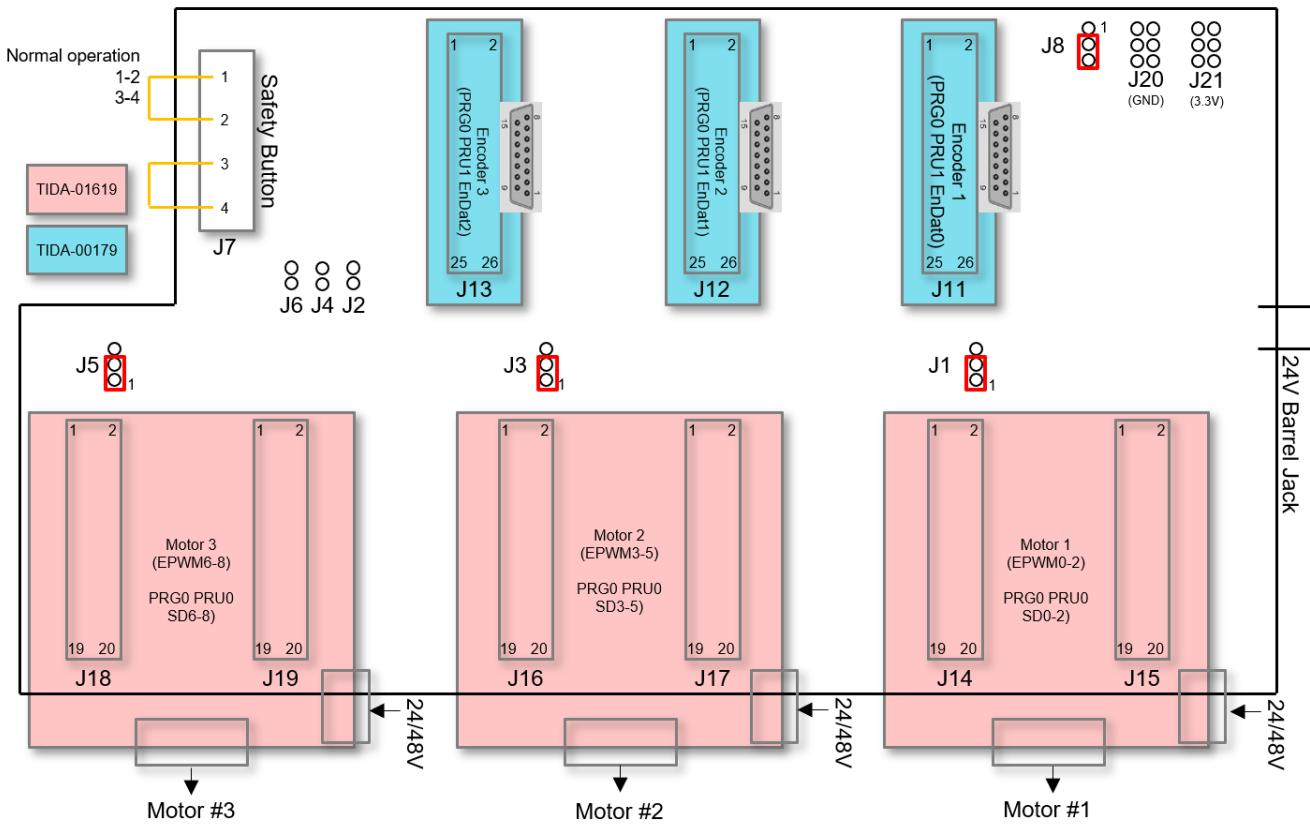

图 11-2. TIDEP-01015 跳线设置
- 根据下面的红色矩形中所示及表格中所述，配置 TIDEPA-01015 板上的跳线。另请注意，J7 中的螺丝接线端连接器需要短路，如 图 11-2 中所示及表格中所述（此连接器启用 STO 类型功能，但当前被旁路）。